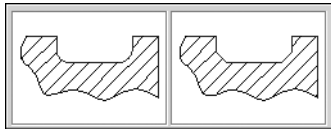

Рис. 4.36.
4. В открывшемся меню видов лысок (рис. 4.36) выберите нужный вид и щелкните по нему мышью. Вы можете выбрать вид лыски, пролистывая слайды в окне **Лыска** с помощью линейки прокрутки.